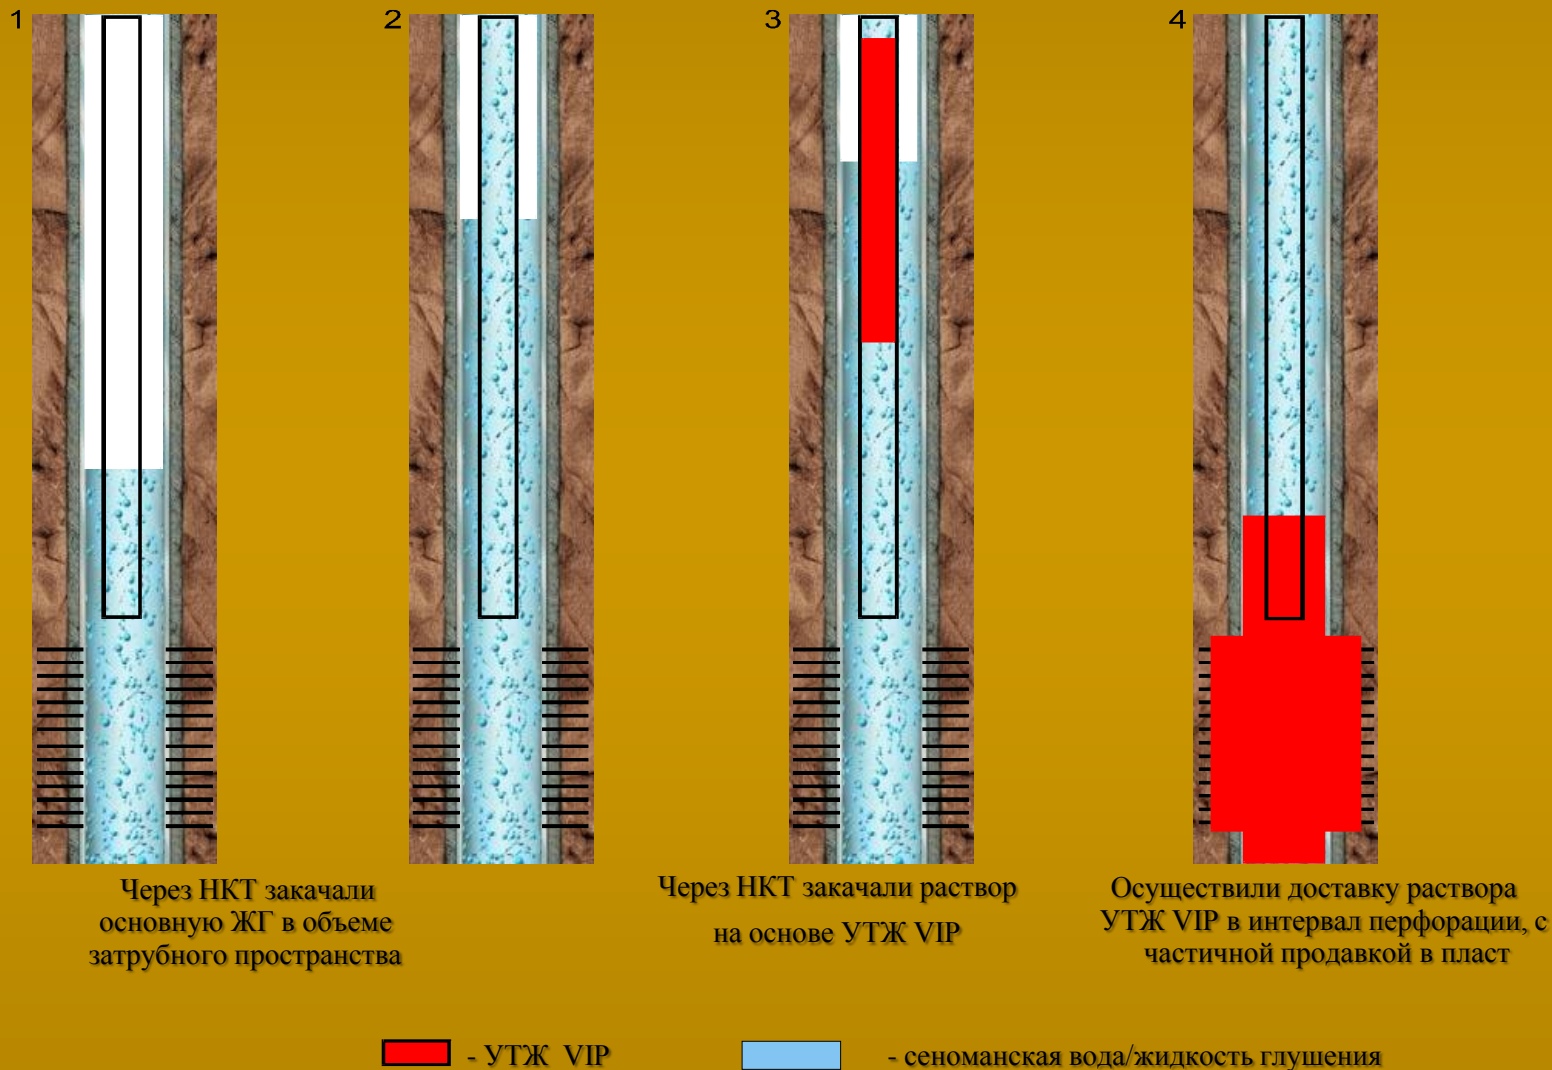

Рис. 9
**На рис. 9 представлены особенности применения УТЖ VIP при глушения газовых скважин на УГКМ.**